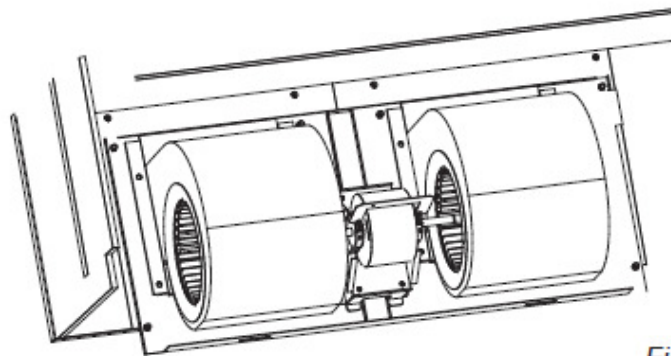

Fig.9-7
- 1) Ridicati ansamblul motorului ventilatorului; faceti ca marginile ansamblului motorului ventilator sa atinga sinele de ghidare. Este nevoie de doua persoane. (Fig.9-7)